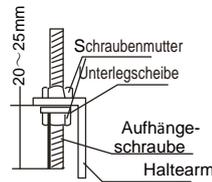

Abb. 49-10
2. Bringen Sie den Haltearm an die Aufhängeschraube. (Siehe Abb. 49-10)